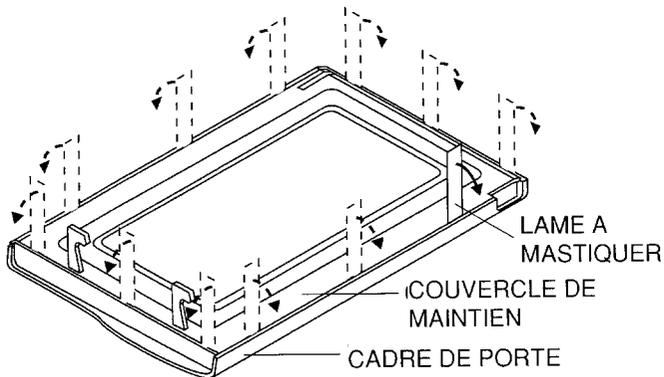

Figure C-5. Démontage de la porte
3. Introduire une lame à mastiquer (épaisseur d'environ 0,5 mm) dans l'espace entre le couvercle de maintien et le cadre de porte comme indiqué sur la Figure C-5 pour désolidariser les pièces.